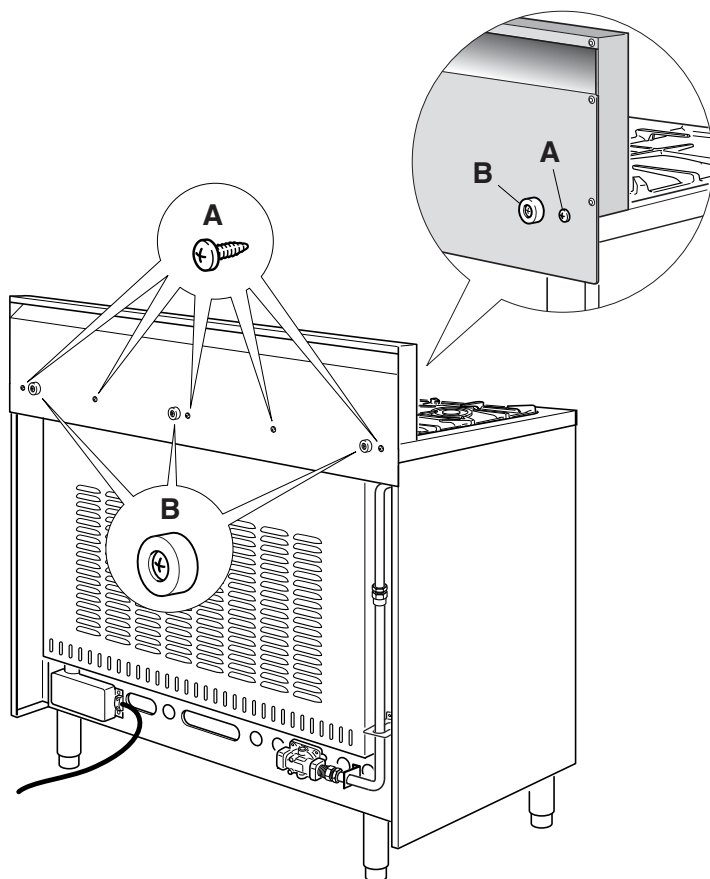

Fig. 1.8
- Montez le dossier ou la garniture d'îlot tel qu'indiqué à la figure 1.8 ou 1.9 et fixez-le en vissant les 5 vis « A » (déjà fixées à l'arrière de la surface de cuisson).